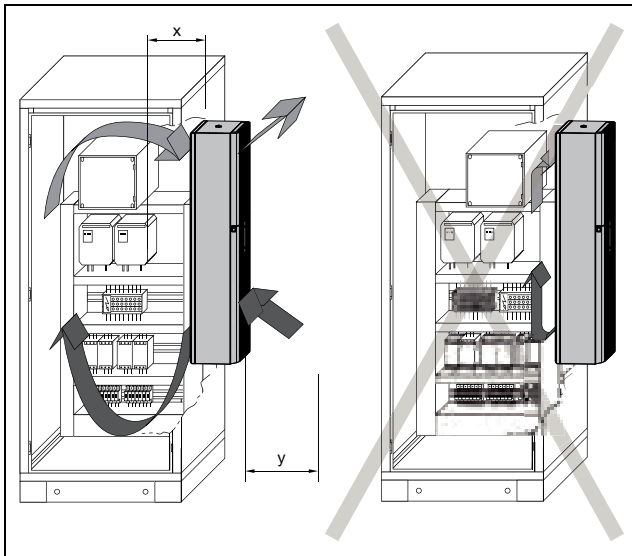

Abb. 7: Luftzirkulation im Schaltschrank
Wand siehe Abstand „y“ in Abb. 7 bzw. Tab. 2).
- Bemessen Sie den Abstand „x“ (Abb. 7) zu Elektronik-